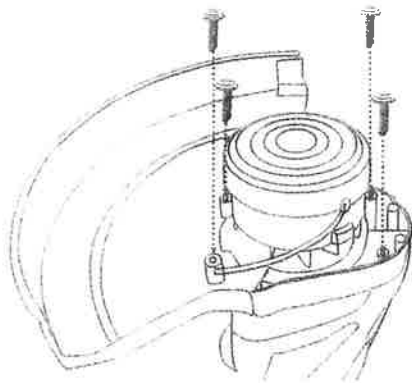

Fig.2
Insérez la protection de sécurité (10) sur le carter du moteur et fixez-la à l'aide des 4 vis. (Fig.2)